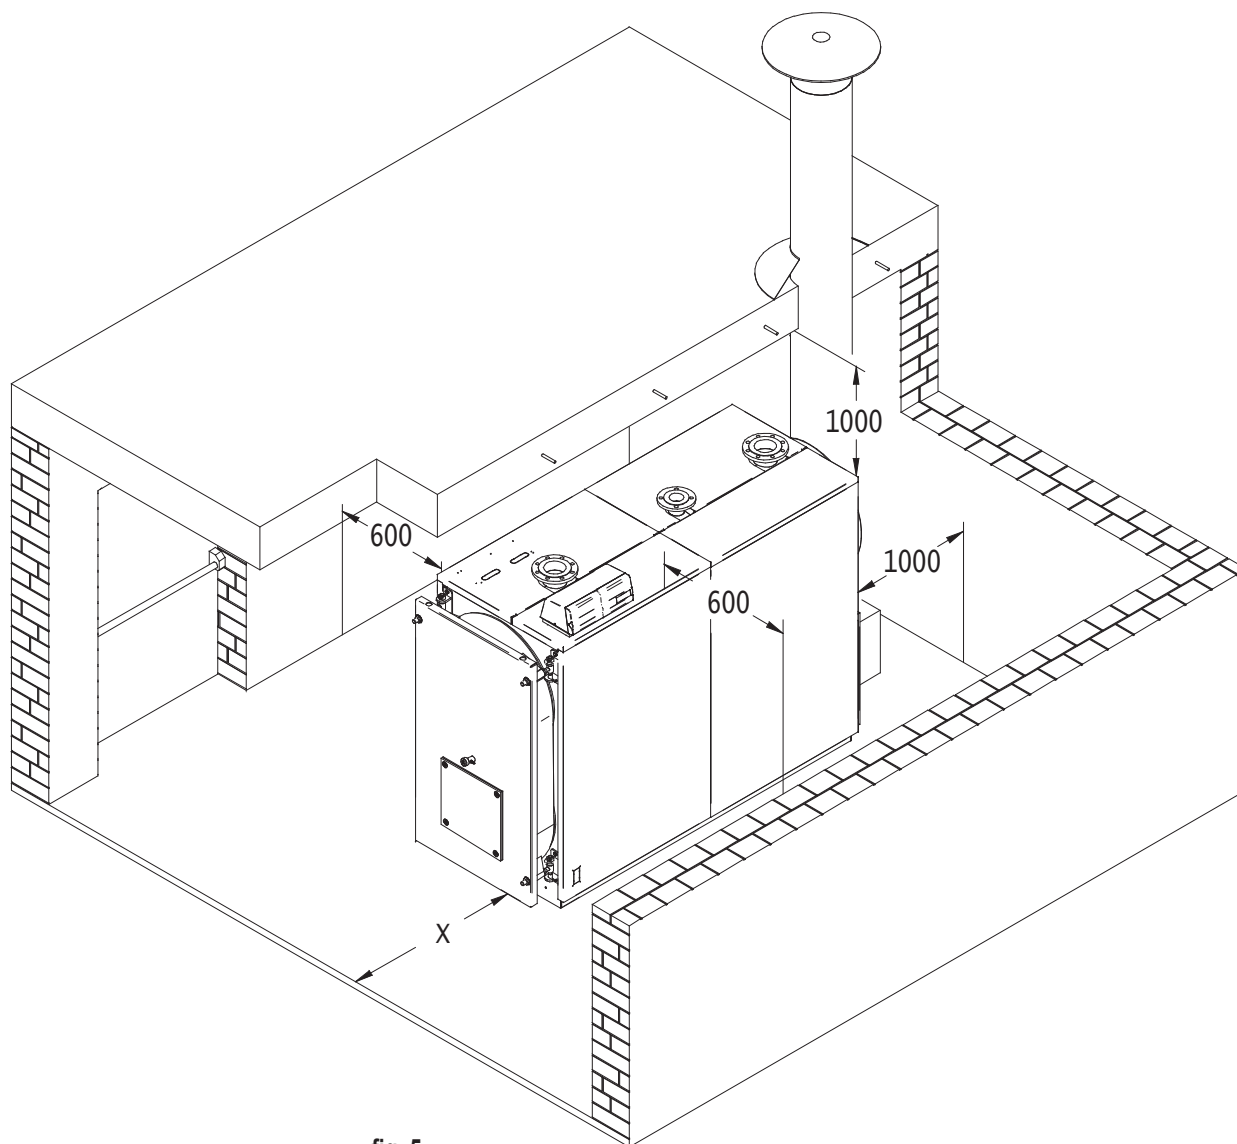

fig. 5
5.3 Local de instalación (Fig. 5)